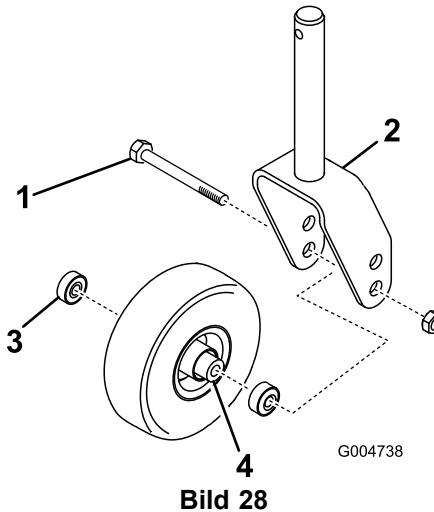

Bild 28
1. Entfernen Sie die Sicherungsmutter von der Schraube, mit der das Laufrad an der Gabel befestigt ist (Bild 28). Halten Sie das Laufrad fest und schieben die Schraube aus der Gabel oder vom Gelenkkarm ab.
2. Entfernen Sie das Lager aus der Radnabe und lassen das Lagerdistanzstück herausfallen (Bild 28).